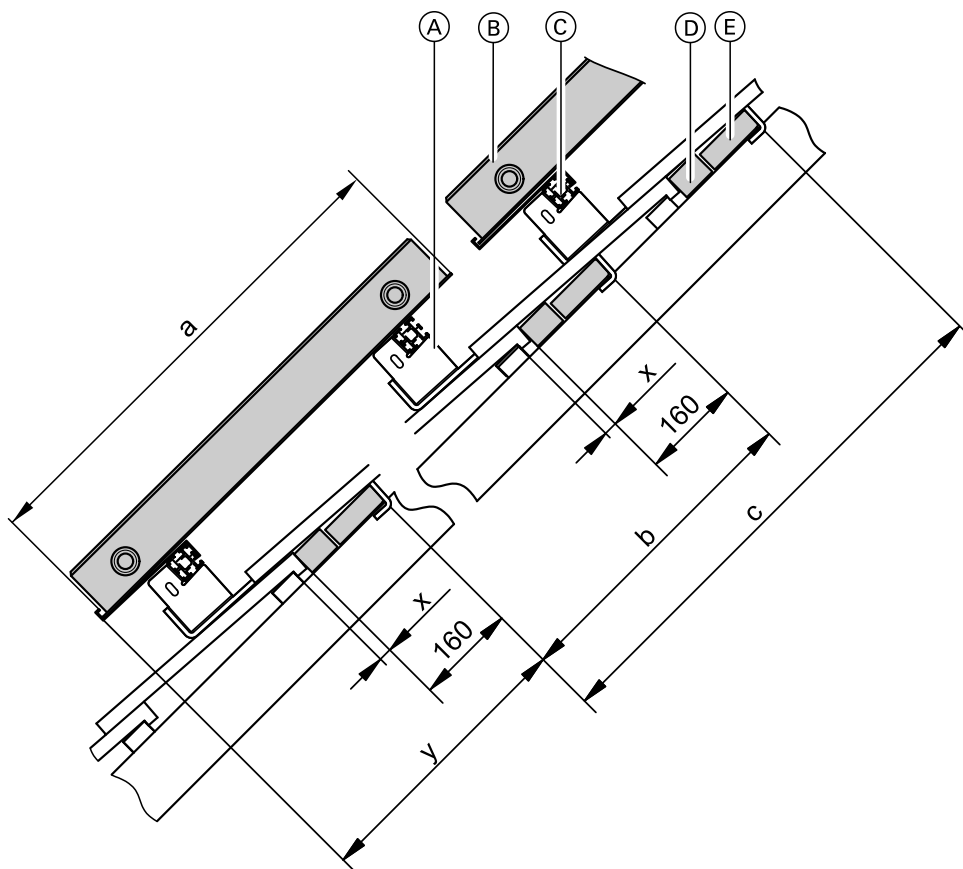

Рис. 6
1. Приподнять черепицы в соответствии с размерами, указанными на рис. 6 на стр. 11.